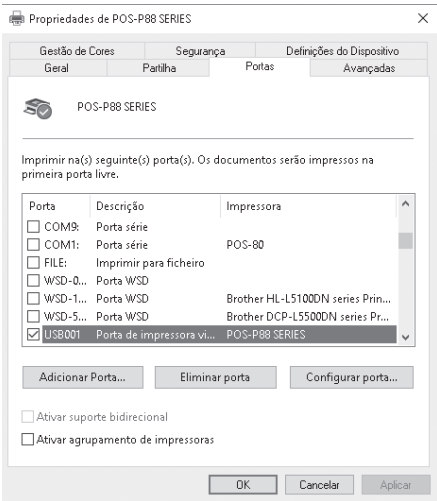

Figura 20
**4.3.1** Selecione “Portas” e clique em “Adicionar Porta”, conforme mostra a Figura 20